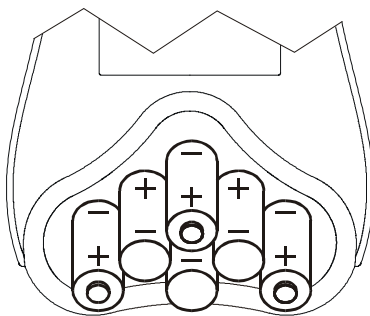

Bild 1.1 Batterieanordnung
2. Batterien nach Bild 1.1 einlegen. (Legen Sie die Batterien richtig ein, sonst funktioniert das Instrument nicht und die Batterien könnten entladen oder beschädigt werden.)